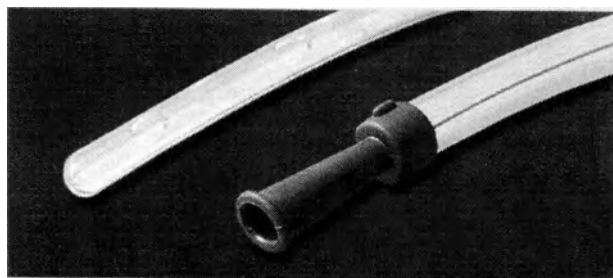

Рис. 2. Зонд желудочный
9.2. Зонд желудочный (рис. 2) используется для введения лекарственных и питательных жидкостей и забора проб из желудка. Зонд изготовлен из прозрачного имплантационно-нетоксичного поливинилхлорида (ПВХ) без красителей, который не содержит вредных примесей и не вызывает аллергических реакций. Просвет не перекрывается при скручивании. Дистальный конец зонда тщательно обработан и закруглен для обеспечения атравматичной постановки. Термопластичный материал смягчается под воздействием температуры окружающих тканей.